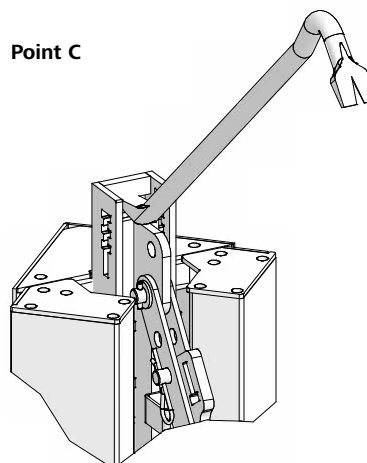

Fig. 54.5
7. Pour remettre l'angle décoffrant en position initiale : positionner le pied de biche au Point C (Fig. 54.5) et le pousser vers le bas.